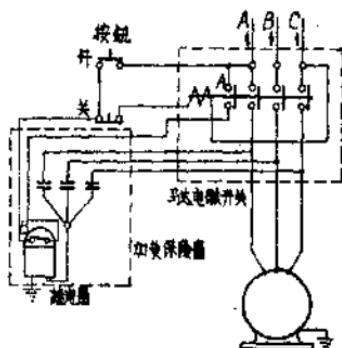

图3 三相感应电动机单相断路保护装置
(2)现在三相保护 結線如图3 線路圖所示，每只跳扣線圈內的电流是相邻二相變流器次級電流之和，所以当三相中任何一相发生接地故障或过载时，跳扣线圈总有电流使之动作，以切断故障，确保安全。